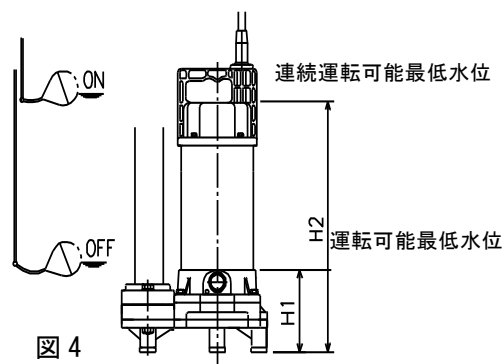

図4
- (7) 配管にはポンプ 1 台毎に汚物チェック弁を取り付けてください。
- (8) 非自動形ポンプ(DWV 型)はフロートによる自動運転装置が内蔵されていませんので、ポンプ運転水位には充分注意してください。ポンプの空運転がない様に図4の如く、必ず自動運転装置を設け水位設定をお願いします。運転可能最低水位での連続運転は10分以内にしてください。これ以上長く運転しますと、電動機内蔵のオートカットが作動しポンプが停止します。